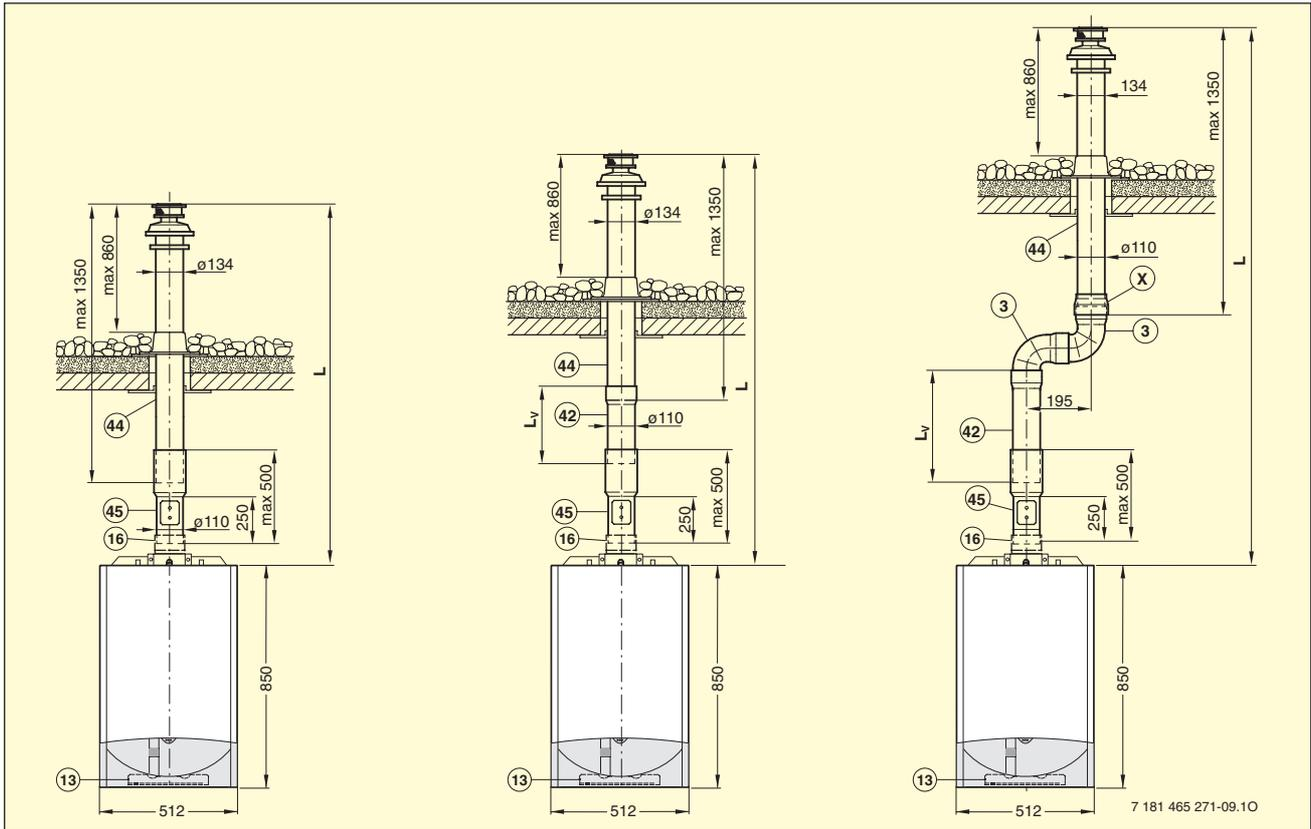

Bild 30
**Legende zu Bild 30, 31 und 32:**